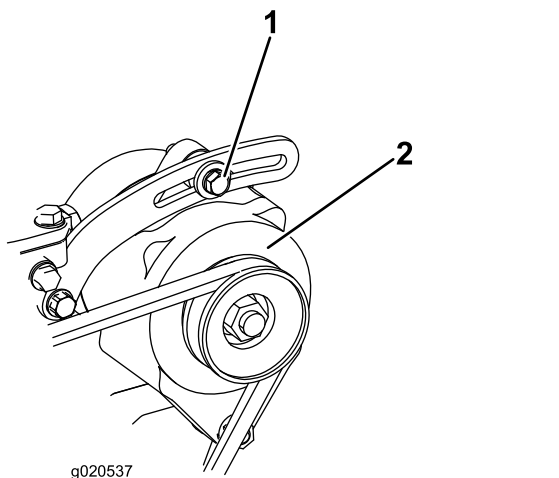

Figure 85
Vérifiez l'état et la tension de la courroie (Figure 85) toutes les 100 heures de fonctionnement.
2. Si vous n'obtenez pas une flèche de 10 mm ( $\frac{3}{8}$  po), desserrez les boulons de fixation de l'alternateur (Figure 85). Augmentez ou diminuez la tension de la courroie d'alternateur et resserrez les boulons. Contrôlez de nouveau la flèche de la courroie pour vérifier si la tension est correcte.